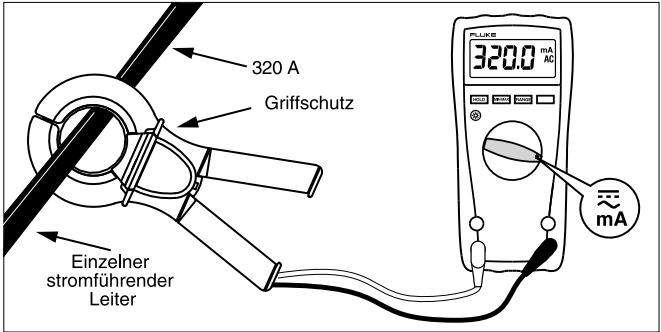

Abbildung 1: Strommessung
- **Sicherstellen, dass sich die Finger stets hinter dem Griffschutz befinden, siehe Abbildung 1.**
3. Die Stromzange um den stromführenden, zu messenden Leiter klemmen (siehe Abbildung 1). Sicherstellen, dass die Backen den Leiter einfassen und fest geschlossen sind.
Wenn die Stromzange an ein kompatibles Strommessgerät angeschlossen und um einen einzigen stromführenden Leiter geklemmt ist, zeigt die Messgerätanzeige 1/1000 des tatsächlichen Stroms im Leiter an. Beispiel: ein 5 A Eingangsstrom wird in einen 5 mA Ausgangsstrom umgewandelt (siehe Abbildung 1). Beim Messen von Strom in einem Netzleitungskabel sollten die Backen lediglich um einen Leiter (schwarzer/stromführender Leiter in einem Kabel mit drei Leitern) geklemmt werden. Wenn die Backen um beide stromführenden Leiter geklemmt werden, heben sich die Ströme gegenseitig auf und erzeugen Null als Messwert. Wenn die Stromzange um zwei Leiter geklemmt wird, die Strom in derselben Richtung führen, wird als Messwert die Summe angezeigt. Die Umkehrung eines Drahts bewirkt, dass die Differenz als Messwert angezeigt wird.